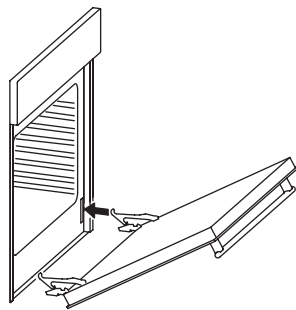

fig. 16: Ovendeur plaatsen
- Schuif de scharnieren zodanig in de steunen, dat de inkeping aan de onderkant van het onderste scharnier op de rand van deze steunen rust (zie fig. 16).